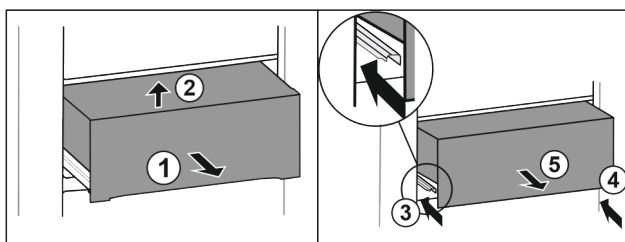

Fig. 31
- Sortir le tiroir à mi-chemin Fig. 31 (1).
- Le soulever à l'avant Fig. 31 (2).
- Rentrer le rail de gauche Fig. 31 (3).
- Rentrer le rail de droite Fig. 31 (4).
- Retirer le tiroir par l'avant Fig. 31 (5).